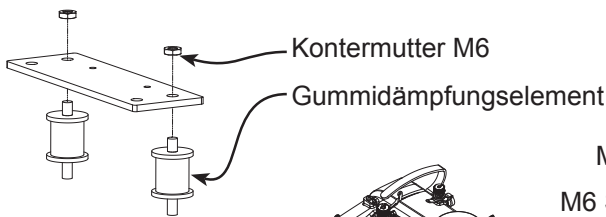

Bild 5-2
**5-2 :** Legen Sie das kürzere Ende des Gummidämpfungselementes (2) in die Öffnungen der beiden vorher entfernten Montageplatten, wie in Bild 5-2 gezeigt. Ziehen Sie die (1) M6 Kontermuttern am Ende jedes Schraubenbolzens mit Hilfe des 10mm Inbusschlüssels fest.